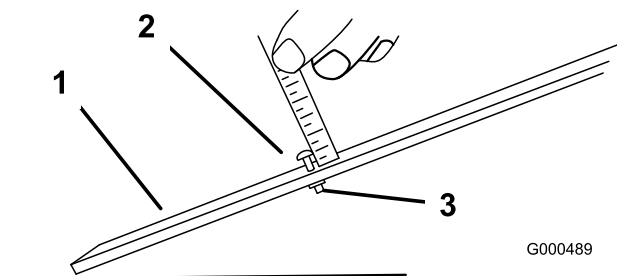

Bild 55
3. Lösen Sie die Mutter an der Messlehre (Bild 55) und stellen Sie die Einstellschraube auf die gewünschte Schnitthöhe ein. Der Abstand zwischen dem unteren Ende des Schraubenkopfs und der Stirnseite der Messlehre ist die Schnitthöhe.